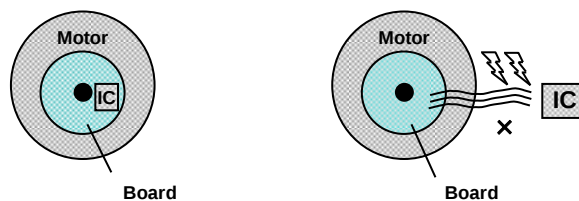

Figure 42. IC 配置イメージ
- 一般的に三相センサレスドライバは、誘起電圧を検出し、モータを回転させます。配線ノイズ、抵抗は誘起電圧の検出に影響を与えます。Figure 42 のようにモータから IC までの配線は短くし、モータの基板に IC を配置してください。